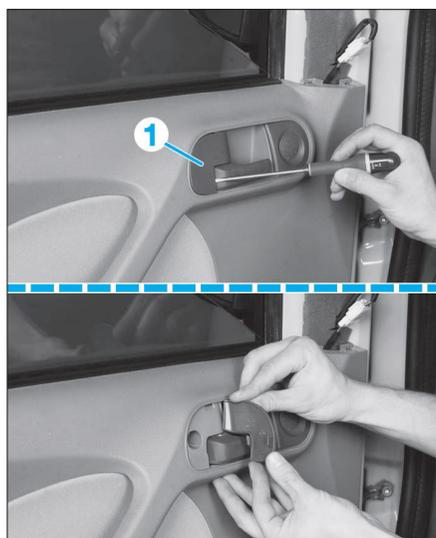

FIG. 59
• Décliper avec précaution l'enjoliveur (1) et (2) (Fig.59 et 60).